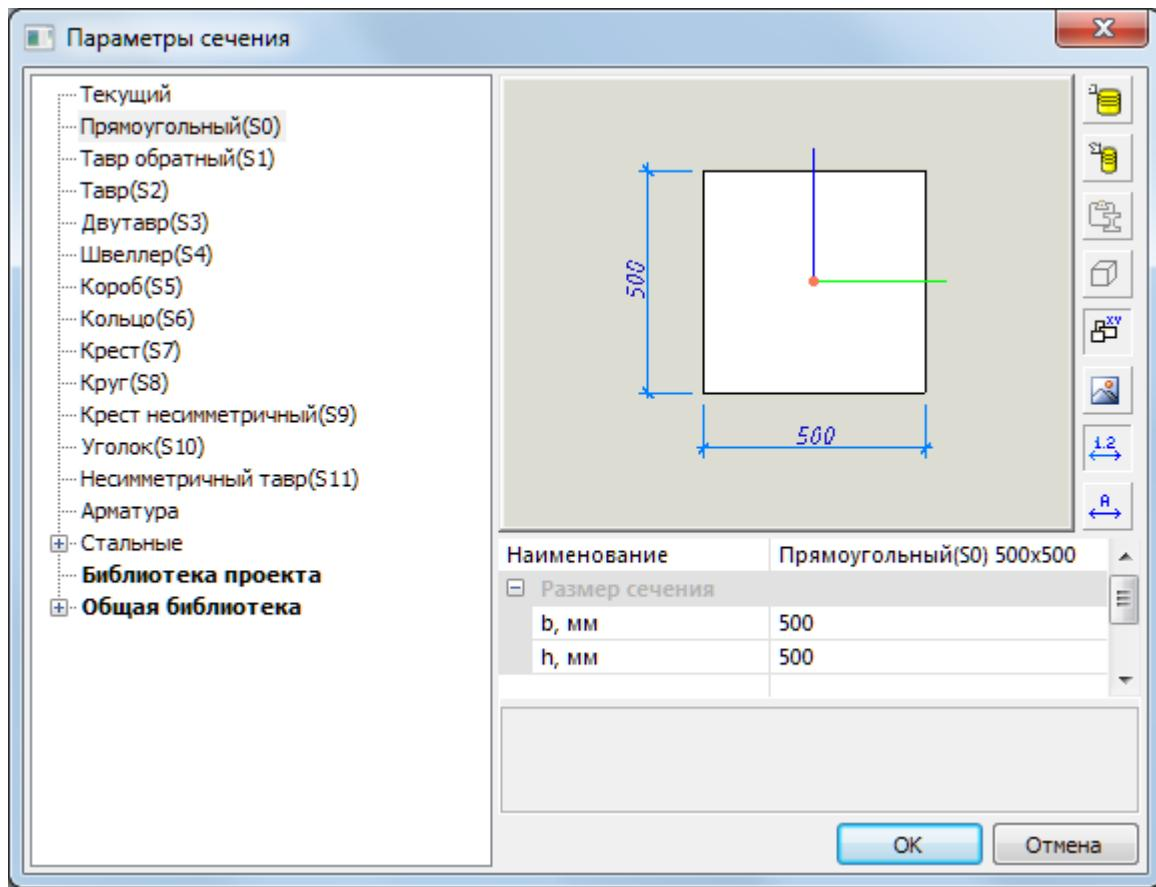

Рис.3.1. Диалоговое окно **Параметры сечения**
- Вызовите диалоговое окно **Параметры сечения** (рис.3.1) щелчком по кнопке в строке свойств инструмента Колонна.